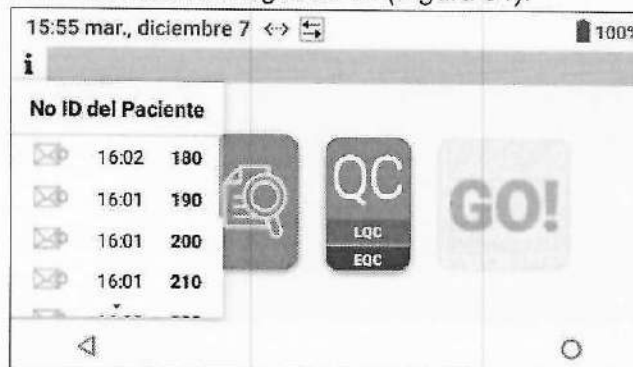

Figura 51: No ID del Paciente
**NOTA:** Si no se requiere una PID, el panel de prueba mostrará **No ID del Paciente**, y los últimos 10 análisis resultados no se asociarán a ninguna PID (Figura 51).